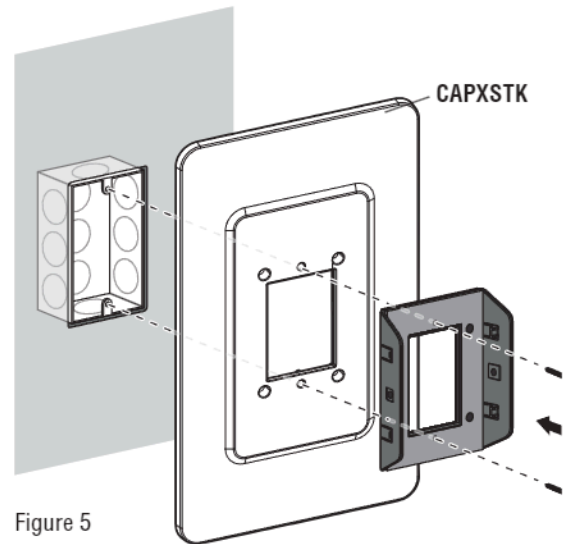

Figure 5
2. Fixez à la boîte de commande ou au mur en passant par le support de montage et le panneau d'habillage à l'aide du matériel spécifié dans le manuel d'installation du CAPXS. (Voir figure 5)